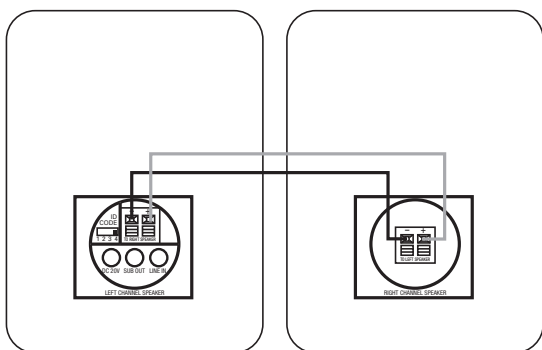

Figura 3.
Vea la Figura 3. Observe que el cable de altavoz suministrado dispone de indicadores de polaridad para ayudar a distinguir los dos conductores. Utilice estos indicadores para asegurarse de conectar el terminal positivo (+) de un altavoz con el terminal positivo (+) del otro, así como el terminal negativo (-) con el negativo (-) del otro. No importa el conductor elegido para interconectar entre sí los terminales positivos (+) o negativos(-).
**Paso 3.** Conecte el cable de altavoz (incluido) entre los terminales de presión del altavoz activo ⑥ y los terminales de presión de la parte trasera del altavoz pasivo ⑩, tal como muestra la Figura 3. Observe que el cable de altavoz suministrado dispone de indicadores de polaridad para ayudar a distinguir los dos conductores. Utilice estos indicadores para asegurarse de conectar el terminal positivo (+) de un altavoz con el terminal positivo (+) del otro, así como el terminal negativo (-) con el negativo (-) del otro. No importa el conductor elegido para interconectar entre sí los terminales positivos (+) o negativos (-).
**Paso 4.** Conecte el módulo transmisor ⑫ y el altavoz activo ⑦ en una toma de corriente, utilizando el alimentador y cable de corriente adecuados. Asegúrese de que la antena del transmisor ⑪ está extendida verticalmente.
**Paso 5.** Asegúrese de que el código ID del transmisor ⑬ coincide con el código ajustado en el altavoz activo ⑤. Consulte la página 8 de este manual si desea más información acerca de los códigos ID. Si es necesario, configure su receptor para activar y ajustar el nivel de las salidas preamplificadas de los canales principales/frontales (consulte el manual de su dispositivo fuente para instrucciones más
**Paso 3.** Conecte el cable de altavoz (incluido) entre los terminales de presión del altavoz activo ⑥ y los terminales de presión de la parte trasera del altavoz pasivo ⑩, tal como muestra la Figura 3. Observe que el cable de altavoz suministrado dispone de indicadores de polaridad para ayudar a distinguir los dos conductores. Utilice estos indicadores para asegurarse de conectar el terminal positivo (+) de un altavoz con el terminal positivo (+) del otro, así como el terminal negativo (–) con el negativo (–) del otro. No importa el conductor elegido para interconectar entre sí los terminales positivos (+) o negativos (–).